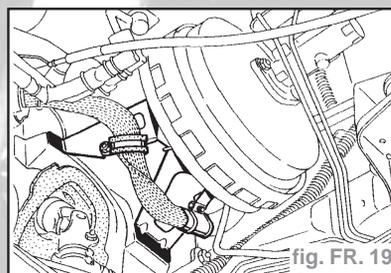

fig. FR. 19
- Dégrafer et dégager le faisceau électrique (2 fixations sur le support de servofrein, 1 fixation sur la chapelle d'amortisseur) (fig. FR. 19).
- Dégrafer le faisceau électrique (2 fixations sur le support de servofrein, 1 fixation sur la chapelle d'amortisseur) (fig. FR. 19).